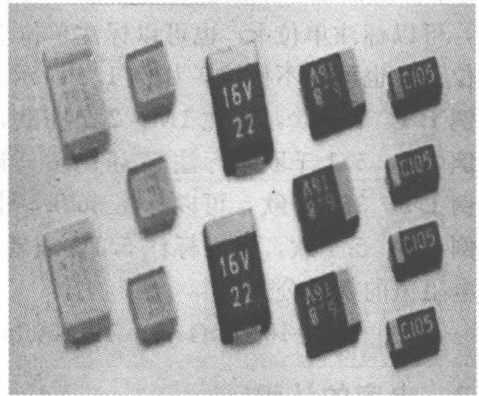

图 1.20 表面安装钽电解电容
(1) 直标法。如  $2700\text{pF} \pm 5\%$ 。
(2) 数标法。如 102K ( $1000\text{pF} \pm 10\%$ )。
(3) 色环法。色环法标注的一些电容（图 1.20），外形与色环电阻非常相似，维修时要注意区分；电容的耐压，如果在交流电路中，要注意所加的交流电压最大值不能超过电容的直流工作电压值。